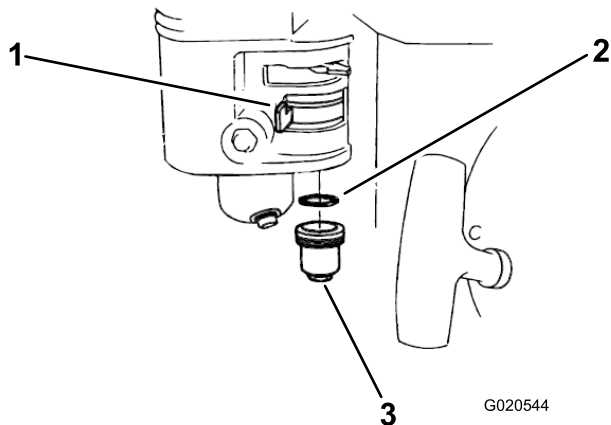

Figure 22
1. FERMEZ le robinet d'arrivée de carburant, puis déposez la cuvette de décantation et le joint torique (Figure 22).
3. Placez le joint torique dans le robinet d'arrivée de carburant et reposez la cuvette de décantation (Figure 22).
- Déposez la cuvette de décantation (Figure 22) videz le carburant qu'elle contient.
- Placez le robinet d'arrivée de carburant du réservoir (Figure 22) en position OUVERTE et vidangez le carburant qui se trouve dans le réservoir dans un bac approprié.
- Reposez et serrez solidement la cuvette de décantation (Figure 22).